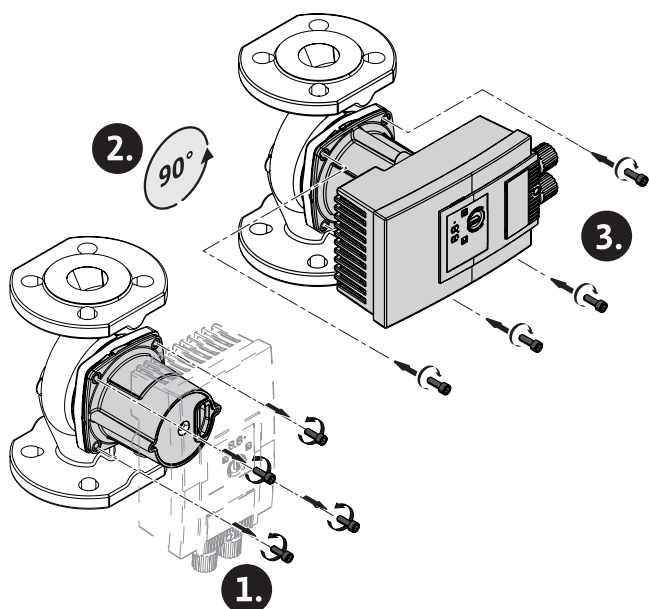

Fig. 5: Innretting av motor
2. Løsne motorhodet og dreii det forsiktig → Fig. 5.